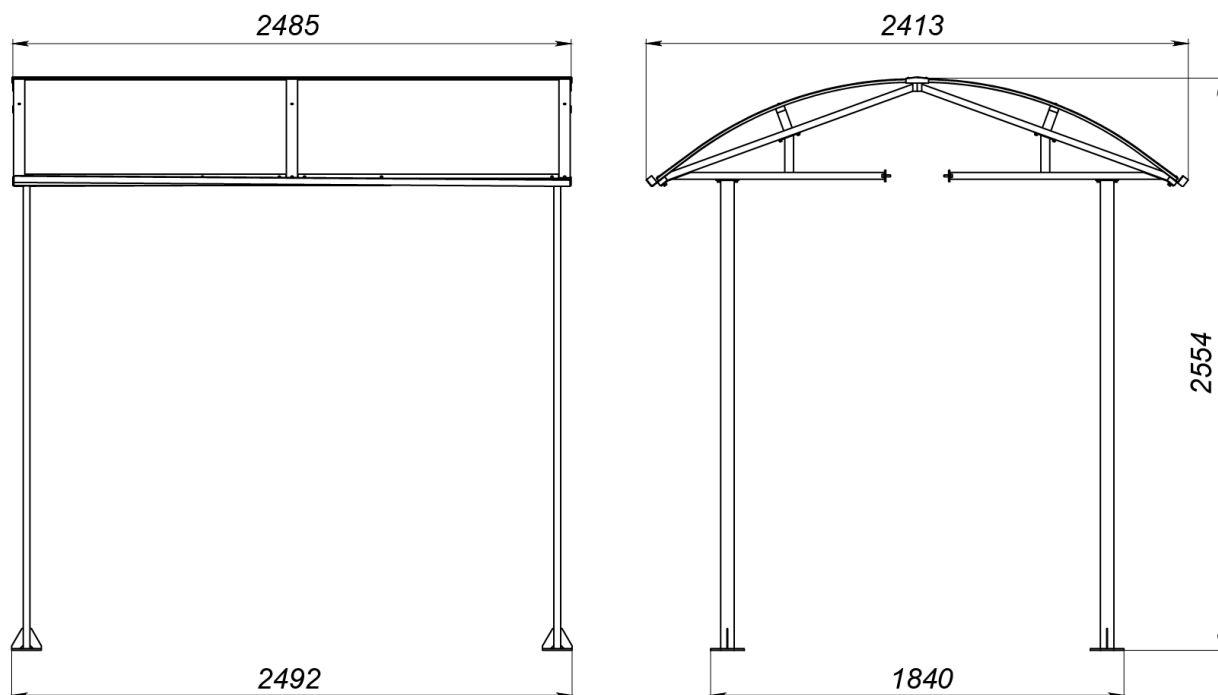
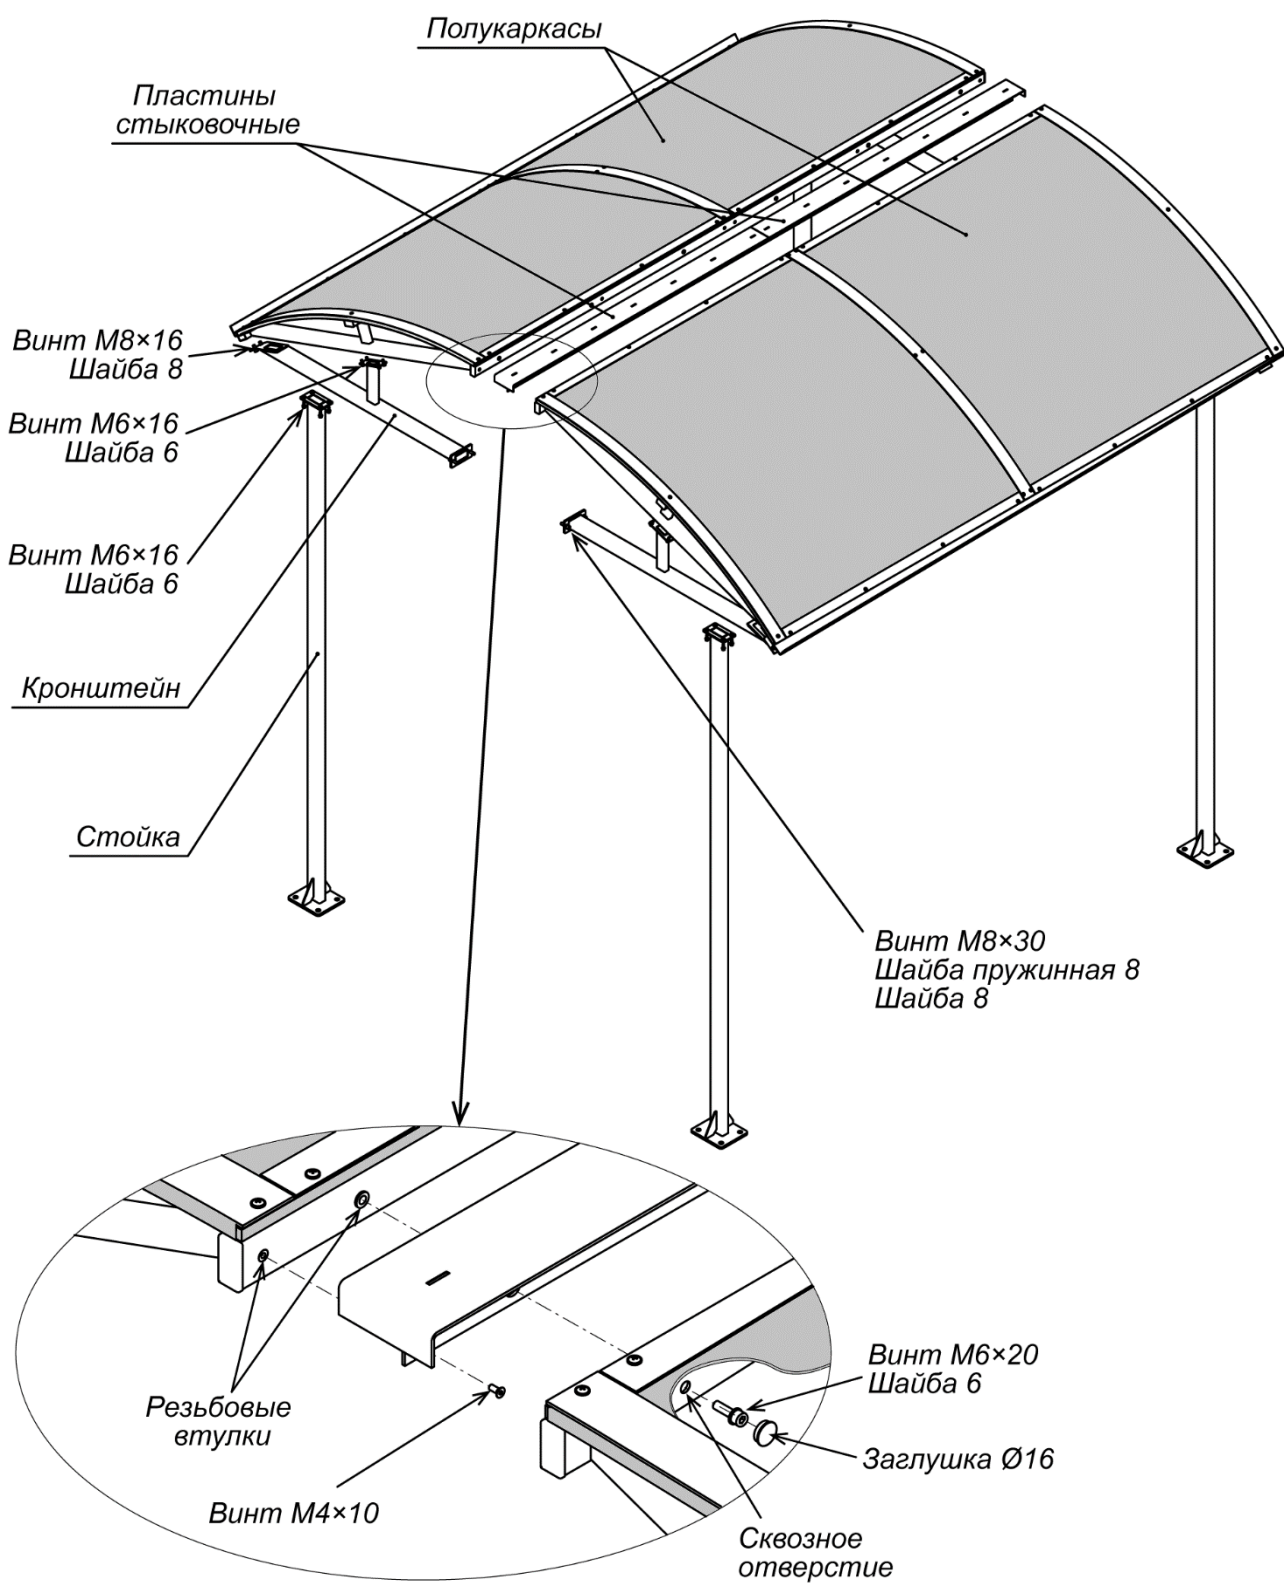
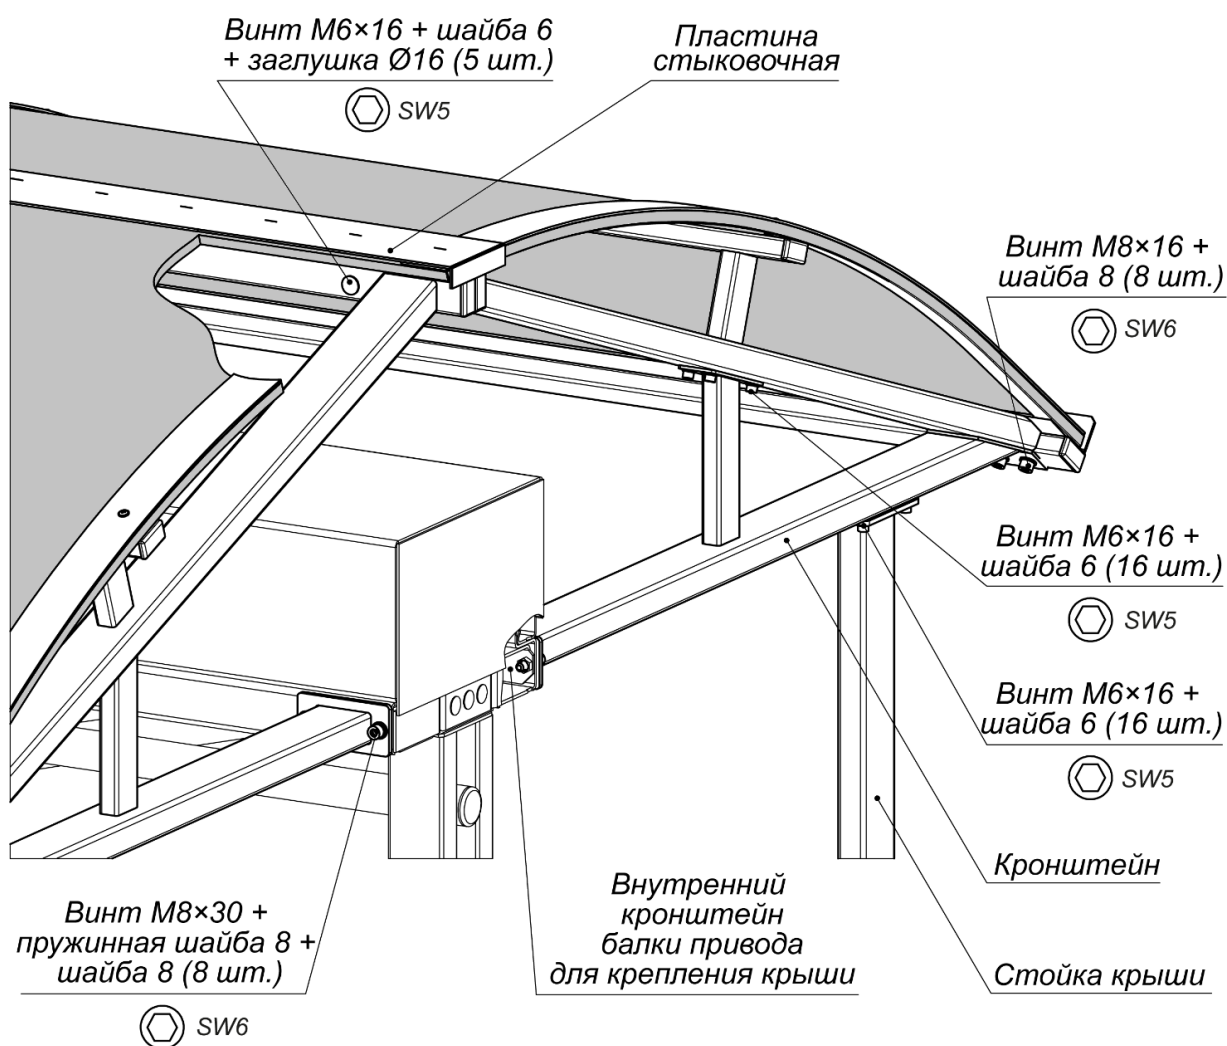

Рисунок 1. Габаритные размеры крыши
Рисунок 2. Устройство крыши
Рисунок 4. Монтаж крыши к балке привода турникета
¹ Габаритные размеры крыши указаны на рис. 1.
Устройство крыши показано на рис. 2. Габаритные размеры крыши показаны на рис. 1.
7. Поднимите кронштейн на верхнюю горизонтальную площадку стойки, совмещая крепежные отверстия и отверстия в стойках и сориентировав фланец кронштейна на боковой поверхности балки привода турникета. Зафиксируйте кронштейн винтами M6×16 с шайбами на каждой стойке, ключ SW5 (см. рис. 4).
8. Закрепите кронштейн двумя винтами M8×30 с пружинными и плоскими шайбами к балке привода турникета, ключ SW6 (см. рис. 4). Затяжка болтов – предварительная. Стык фланца кронштейна и балки привода турникета перед затяжкой винтов рекомендуется герметизировать силиконовым герметиком.
10. Выберите полукаркас, в верхнем профиле которого впрессованы резьбовые втулки (см. рис. 2). Установите его на кронштейны с одной из сторон турникета **PERCo-RTD-20**, зафиксировав его восемью винтами М6×16 с шайбами (ключ SW5) и четырьмя винтами М8×16 с шайбами (ключ SW6) (см. рис. 4).
11. Закрепите две пластины стыковочные на установленном полукаркасе крыши шестью винтами с потайной головкой М4×10 (ключ SW3) (см. рис. 2).
13. Соедините верхние профили полукаркасов винтами М6×20 с шайбами – 6 шт. (ключ SW5) для получения прочной конструкции (см. рис. 2). Отверстия под головки болтов заглушите заглушками Ø16 мм.